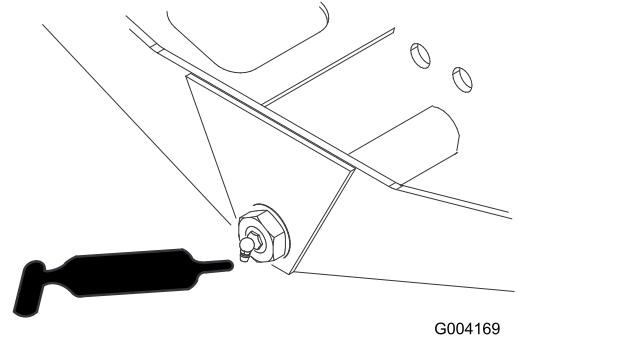

Figure 69
- Pivot de direction d'essieu (1) (Figure 69)